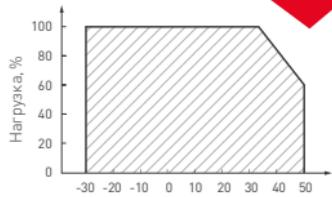

Рис. 1. Максимальная допустимая нагрузка, % от мощности источника
- Не нагружайте источник питания более 80% от его максимальной мощности. Учитывайте, что с повышением температуры окружающей среды максимальная мощность источника питания снижается, см. график зависимости на рис. 1. При невозможности обеспечить свободное пространство используйте принудительную вентиляцию.